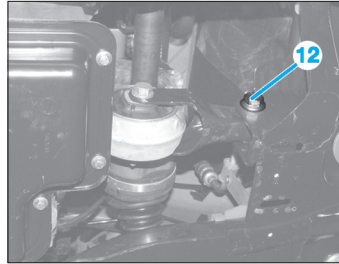

Fig. 16
- la vis de fixation de la biellette anticouple (12) (Fig.16),